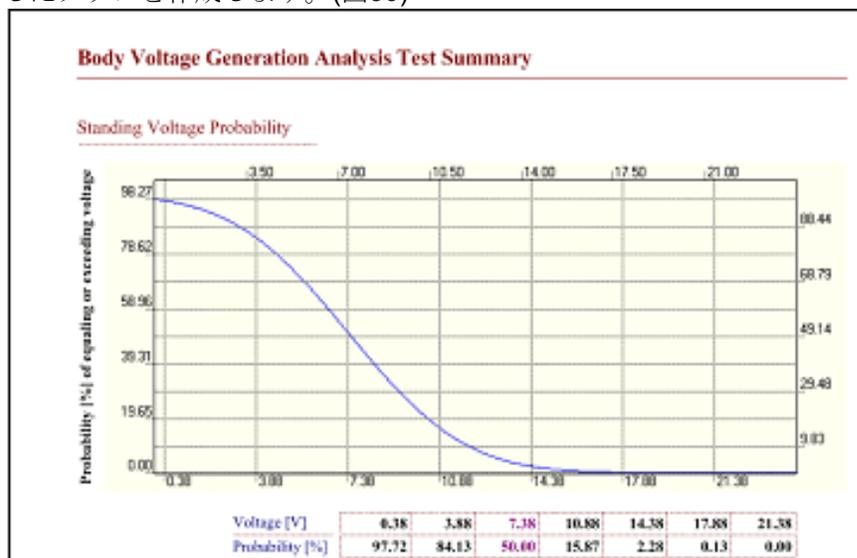

図 30: Session Wizard 情報のフルサイズのチャート
- c. **Body Voltage Analysis (Abs)**レポートを選択するとデータの絶対値を用いて計算したグラフを作成します。(図30)